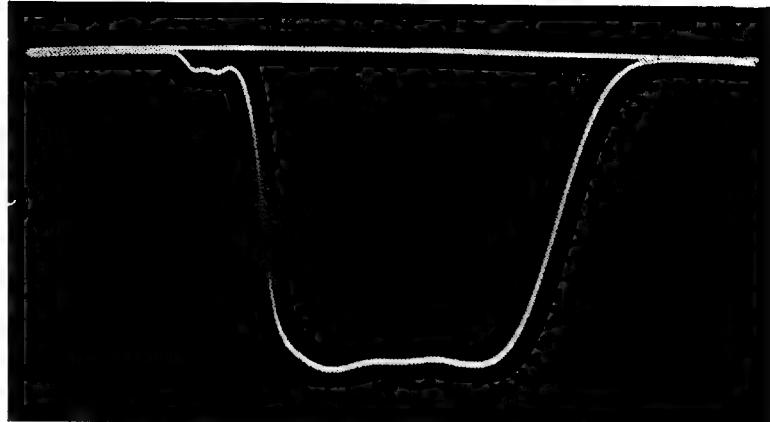

Bild 8 ZF-Durchlaßkurve eines korrekt abgeglichenen Empfängers
- e) Markengeber zunächst in Stellung „aus“ bringen. Wobbler bei vollem Hub und größter Ausgangsspannung im In Frage kommenden ZF-Bereich einschalten und durchstimmen, bis ZF-Kurve auf dem Schirm erscheint. Verstärkung des Oszillographen und Hub des Wobblers stellt man dann so ein, daß die Kurve den Bildschirm gut ausfüllt und der Kurvenverlauf in allen Einzelheiten deutlich wird. Bild 8 zeigt die Photographie einer Durchlaßkurve auf dem Schirm eines Oszillographen bei gut abgeglichenem Empfänger.